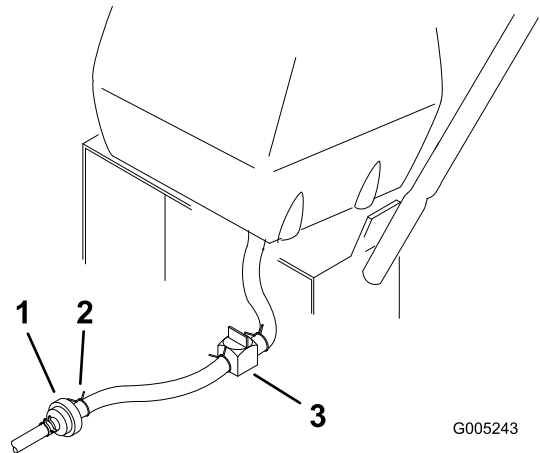

Figure 27
- Fermez le robinet d'arrivée de carburant sur le réservoir (Figure 27).
- Pincez les extrémités du collier de fixation et poussez le collier en haut de la conduite d'alimentation, à l'opposé du filtre à carburant (Figure 27).
- Débranchez la conduite d'alimentation du filtre à carburant (Figure 27).